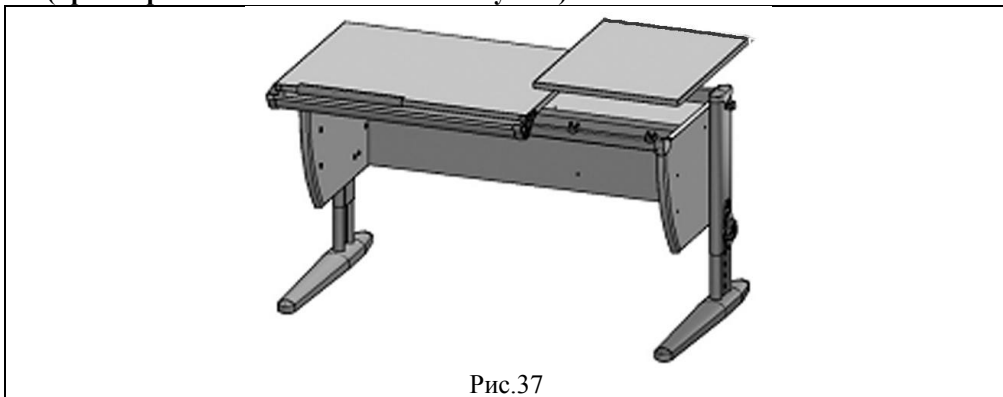

Рис.37
4.6.6. На сборку по п.4.6.2. положить сверху столешницу (сборка по п.4.5.15.) так, чтобы выступы верхних частей шарниров входили в пазы нижних частей шарниров, а оси отверстий совпадали. В отверстия шарниров вставить винты М6х32 (поз. 4, пакет № 51) и навернуть гайки самоконтрающиеся (поз. 1, пакет № 51) согласно рис. 37, 32а.